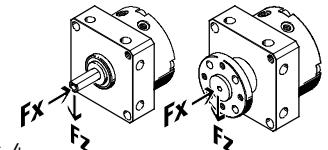

Fig. 4
4. Убедитесь в том, что при закреплении полезной нагрузки соблюдаются следующие условия (Fig. 4):